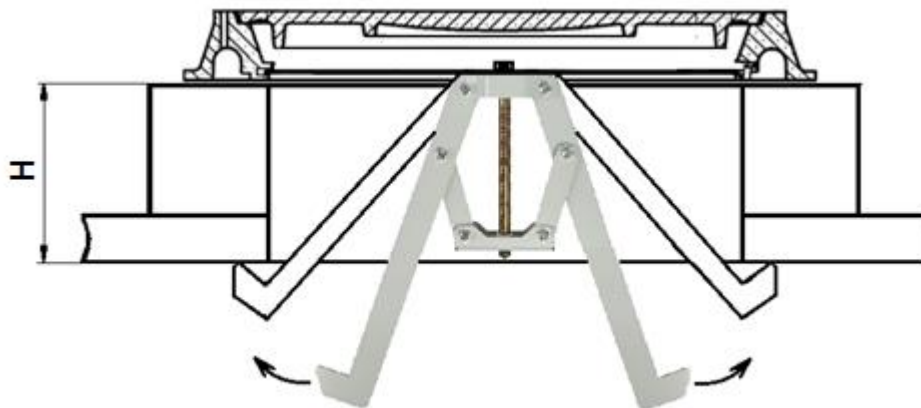

Рис. 4. Разрез горловины колодца ККСр с закрытым устройством УЗНКЛО-1 ССД.
- из колец других типов и кирпичей с общей высотой горловины не более 350 мм (рис. 4).